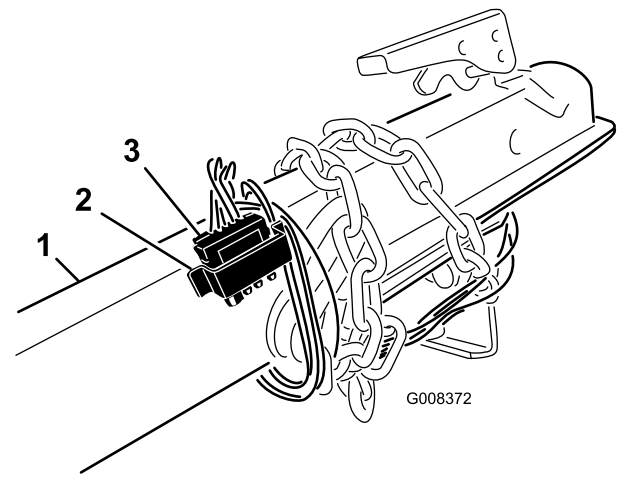

Figure 11
3. Débranchez le connecteur du fil et attachez-le à la remorque. Rangez le connecteur plat dans le support situé sur la flèche (Figure 11).